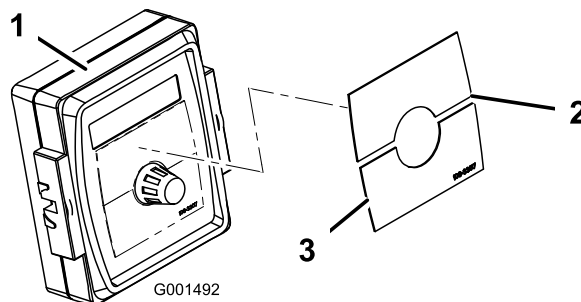

Figura 4
1. Aplique la pegatina Spray Pro al monitor (Figura 4).